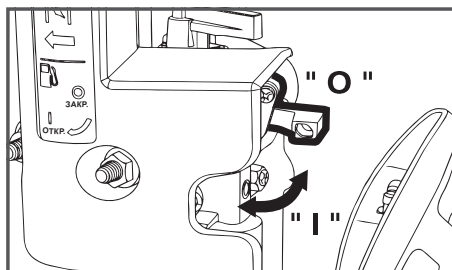

Рис. 17. Рычаг топливного крана
3. Откройте топливный кран переводом рычага в вертикальное положение (Рис. 17).